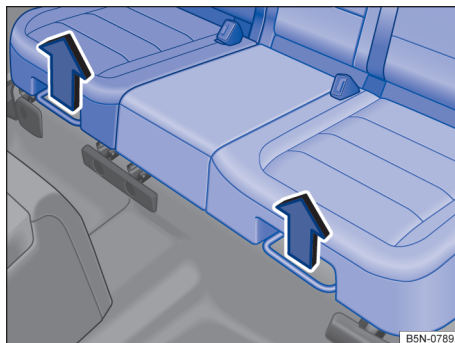

Fig. 84 Sob o assento do banco traseiro: alça de ajuste.
- Puxar a alavanca direita ou esquerda para cima na direção das setas → Fig. 84 e deslocar a respectiva parte do banco traseiro no sentido longitudinal para frente ou para trás.